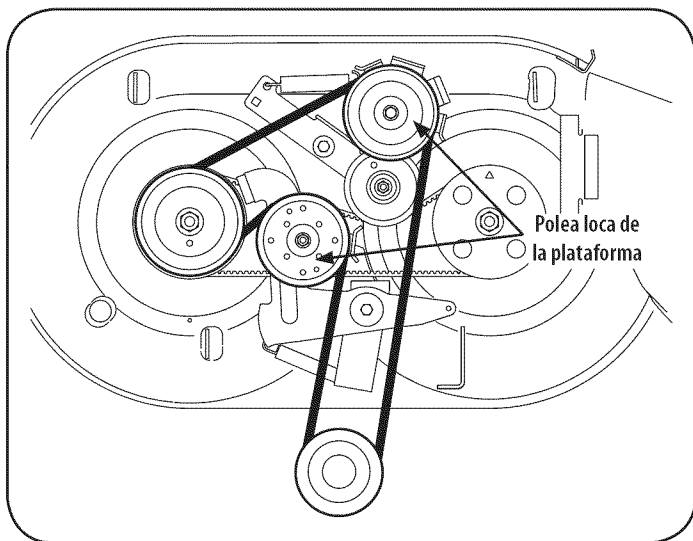

Figura 33
- Afloje, pero no saque, la tuerca y el perno que fijan cada polea loca de la plataforma. Vea la Figura 33.
- Coloque la correa nueva como se muestra en la Figura 33.